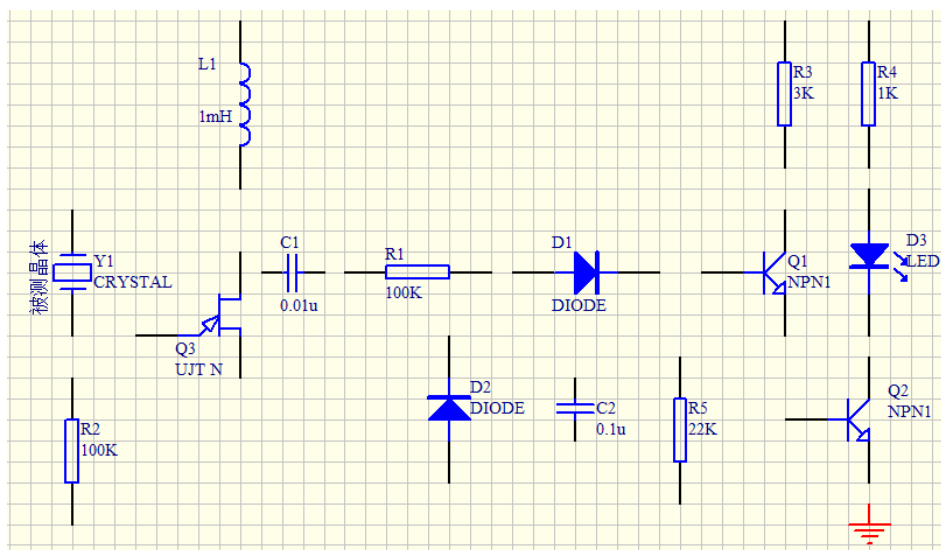

图 3-2
- 1、新建一个原理图文件，将其命名为实验3。参照表 3-1，在参考元件库中找到相应的元件放置在原理图上，修改每个元件的元件类型和元件序号，同时对元件的位置做适当的调整，使它们布局合理，如图 3-2 所示。